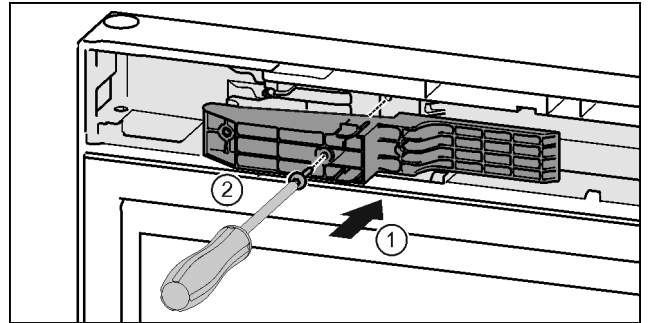

Fig. 48 \*
- ▶ Поставете адаптерния елемент от страната на дръжката в прореза. Fig. 48 (1)\*
- ▶ Затегнете винтовете с отвертка T15. Fig. 48 (2)\*